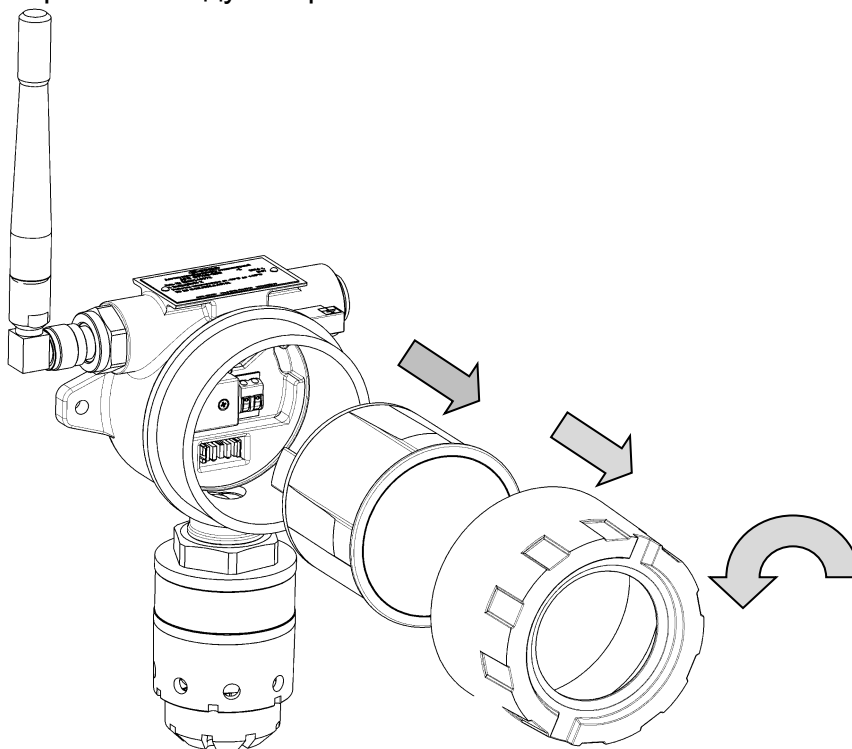

Рисунок 19 – Схема разбора ДГС ЭРИС-210
- а) Открутить стопорный винт в крышке газоанализатора (рис.19).